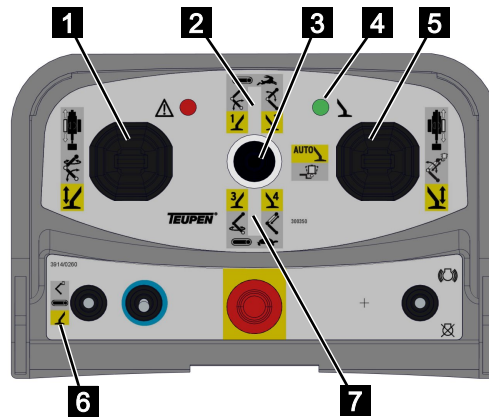

Abb. 107
2. Den Funktionswahlschalter auf [Stützenfunktion] (gelb) (Abb.107/6) stellen.
3. Den Vorwahlhebel (Abb.107/3) auf Stütze 1 und 2 (Abb.107/2) oder auf Stütze 3 und 4 (Abb.107/7) stellen.
4. Mit den Steuerhebeln (Abb.107/1 und 5) die gewünschte(n) Stütze(n) gemäß nachfolgender Tabelle bedienen.
5. Bei ordnungsgemäßer Abstützung leuchtet die grüne Leuchte (Abb.107/4) dauerhaft.